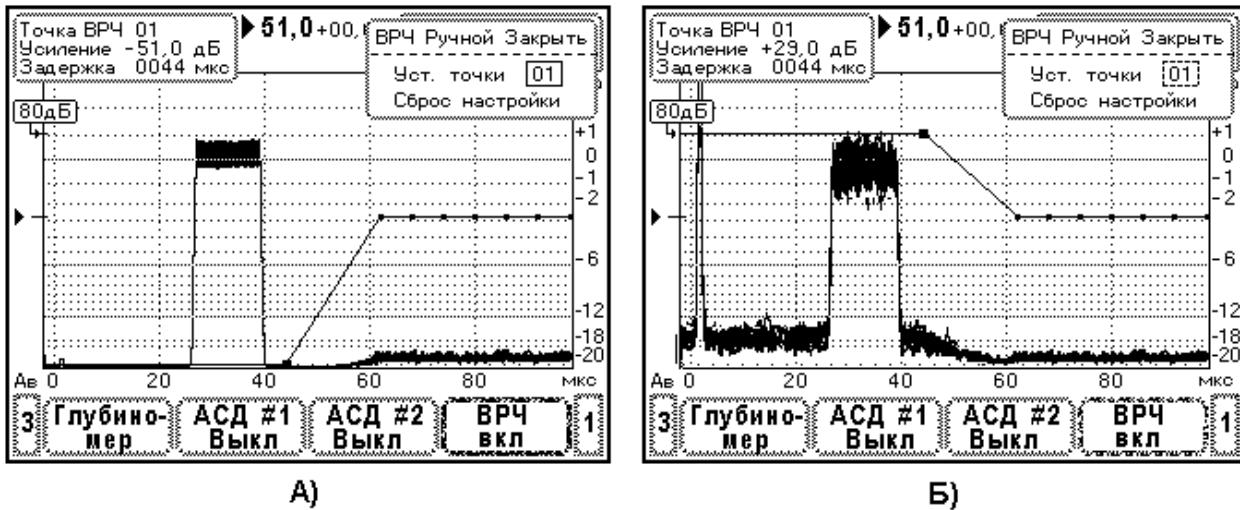

Рис.10.6.8.1. Вид тест-сигнала на экране дефектоскопа при определении динамического диапазона ВРЧ.
3. Включите систему ВРЧ дефектоскопа. В меню «Настройка» - «ВРЧ» в верхнем элементе установите «ВКЛ», затем в нижнем элементе меню выберите стиль ВРЧ «Ручной» и перейдите в режим редактирования кривой ВРЧ. Вид меню показан на Рис.10.6.8.1. Далее удалите действующую настройку ВРЧ путем выбора элемента меню «Сброс настройки». В результате коррекция усиления во всех точках ВРЧ устанавливается в ноль. Точки ВРЧ группируются в пределах экрана прибора. Если необходимо, с помощью образцового аттенюатора проведите подстройку амплитуды тест-сигнала на уровень 0дБ по экрану.
в точке ВРЧ 01. Затем, изменяя ослабление образцового аттенюатора, установите амплитуду тест-сигнала на уровень 0дБ по экрану. Вид экрана дефектоскопа после выполнения указанных операций представлен на Рис.10.6.8.1.А. Зафиксируйте ослабление образцового аттенюатора Кн [дБ].
5. Определение верхней границы динамического диапазона ВРЧ. Увеличивайте до предела усиление в точке ВРЧ 01. Затем, изменяя ослабление образцового аттенюатора, установите амплитуду тест-сигнала на уровень 0дБ по экрану (Рис.10.6.8.1.Б). Зафиксируйте ослабление образцового аттенюатора Kv [дБ].